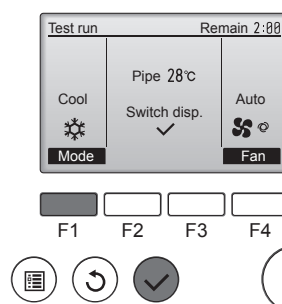

Fig. 8-3
- ① Premere il pulsante [F1] per cambiare il modo operativo. (Fig. 8-3)